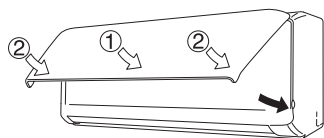

Fig. 3-88
- (6) Introduza a parte superior do filtro anti-bolor e, em seguida, fixe a parte inferior do filtro com as saliências na unidade.
- (7) Ao fechar o painel frontal, empurre primeiro a parte central do painel frontal e, em seguida, pressione os cantos inferiores direito e esquerdo no sítio até encaixarem. (Fig. 3-88)